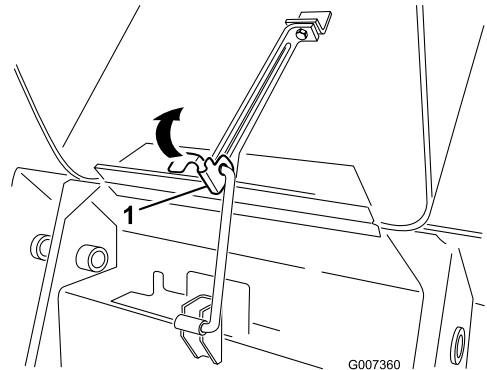

Bild 29
1. Heben Sie die Lasche an, mit der die Stützstange befestigt ist (Bild 29)